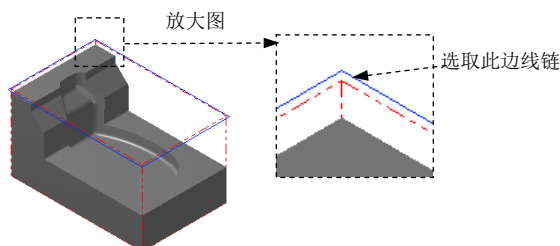

图 3.10 选取切削范围边线
(2) 设置加工边界。在Containment boundary区域中单击按钮, 系统弹出“串连选项”对话框。在图形区中选取图 3.10 所示的边线链。单击按钮, 系统返回至“刀具路径的曲面选取”对话框。
(3) 单击按钮, 完成加工区域的设置, 同时系统弹出“曲面粗加工等高外形”对话框。